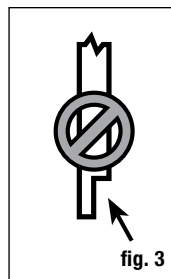

fig. 3
Étape 2 Installez les poteaux du garde-corps avant d'installer les planches de terrasse. Des poteaux de garde-corps 10 x 10 cm (4 x 4 po) en cèdre ou en pin traité sous pression ou un support de poteau fournissent la résistance structurelle du garde-corps. La longueur de chaque poteau est déterminée par la largeur totale de solive (généralement 18,4 cm (7 1/4 po)) + l'épaisseur du patio (2,5 cm (1 po)) + hauteur du garde-corps (91,4 cm (36 po)) + espacement pour le capuchon du poteau (3 cm (1,25 po)) = 115,6 cm (45 1/2 po). **Important : Ne faites pas d'encoche dans les poteaux de 4x4 du garde-corps. Cela réduirait la force du poteau et pourrait mener à une défaillance ou l'écrasement du garde-corps (fig. 3).** Utilisez des supports de poteaux structurels pour l'installation sur du béton.
Important : Ne faites pas d'encoche dans les poteaux de 4x4 du garde-corps. Cela réduirait la force du poteau et pourrait mener à une défaillance ou l'écrasement du garde-corps (fig. 3). Utilisez des supports de poteaux structuraux pour les installations sur béton.